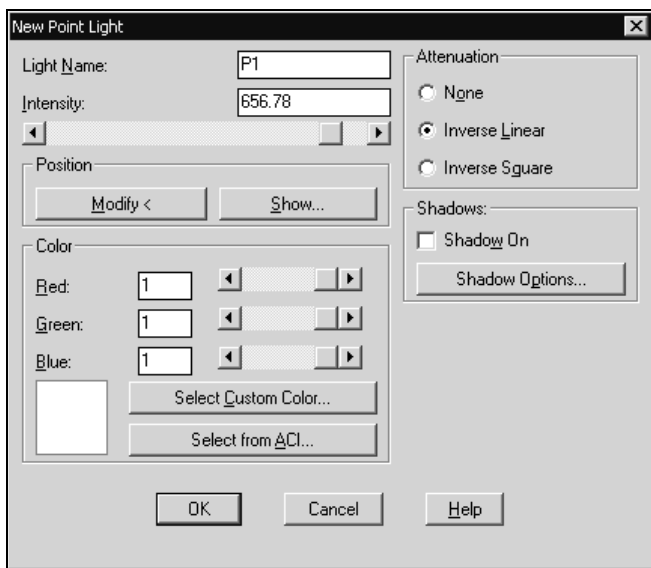

Рис. 10.18. Диалоговое окно **New Point Light**
3. В диалоговом окне **New Point Light** (Новый точечный источник) (рис. 10.18) присвоить источнику имя (не более восьми символов), задать его цвет, воспользовавшись одним из трех предлагаемых способов.
Моделирование теней существенно увеличивает время тонирования, но и реалистичность изображения становится намного выше. Для создания теней при тонировании необходимо включить соответствующие опции в диалоговом окне тонирования **Render** (Тонирование) (см. алгоритм 10.24) и в диалоговом окне **New Point Light** (Новый точечный источник) (рис. 10.18). Можно имитировать тени трех видов: